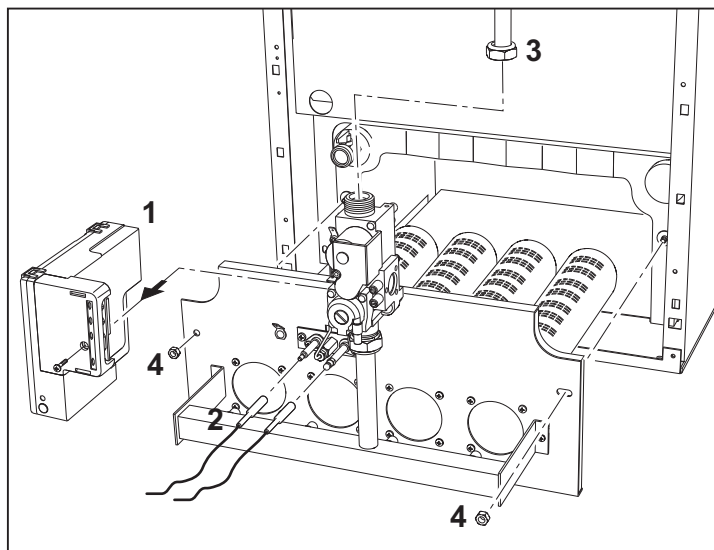

fig. 7
2. Quitar la centralita electrónica de mando. 1 de la válvula del gas (fig. 7).